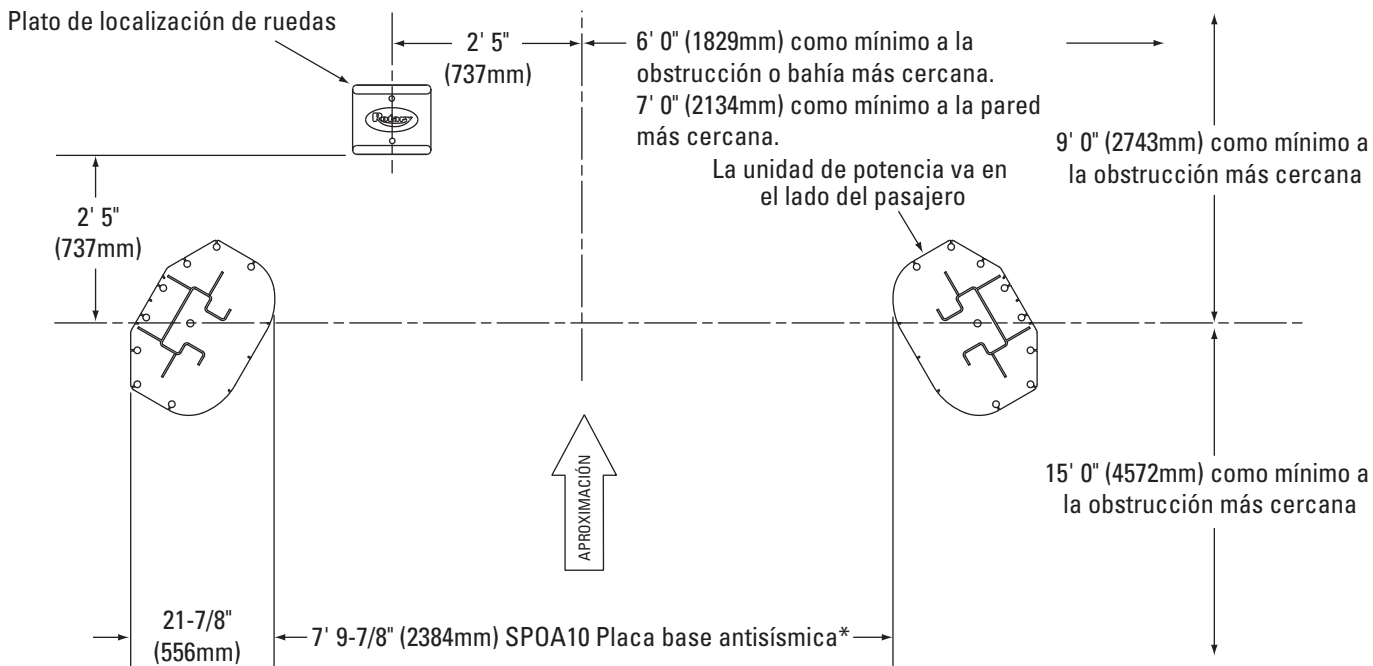

Fig. 1c
1. Ubicación del elevador: Utilice los planos de arquitecto cuando estén disponibles para ubicar el elevador. Fig. 1a, Fig. 1b, Fig. 1c, Fig. 1d, muestran las dimensiones de una distribución típica de la bahía.